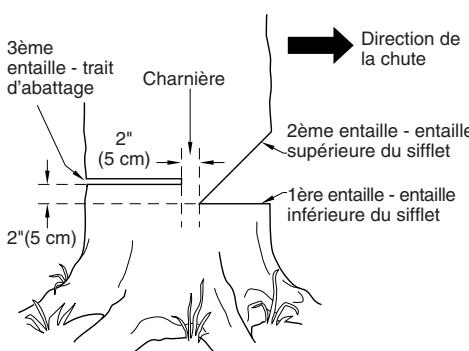

Figure 13 - Abattage d'un arbre
Un sifflet d'abattage correctement placé permet de déterminer la direction de la chute de l'arbre. Placer le sifflet d'abattage du côté de l'arbre où l'on veut qu'il tombe. (voir la Figure 13.) Procéder de la façon suivante pour faire le sifflet.
1. Faire l'entaille inférieure aussi près du sol que possible. Tenir la tronçonneuse de manière à ce que la guide-chaîne soit horizontale. Tailler sur 1/3 du diamètre du tronc d'arbre. (voir la Figure 13.)
Exemple : Si l'entaille inférieure a 20 cm (8 po) de profondeur, commencer l'entaille supérieure à 20 cm au-dessus de cette dernière. Scier vers le bas à un angle de 45°. L'entaille supérieure doit rencontrer l'extrémité de l'entaille inférieure. (voir la Figure 13.)
1. De l'autre côté de l'arbre, faire le trait d'abattage à 5 cm (2 po) au-dessus de l'entaille inférieure du sifflet. (voir la Figure 13.) Faire le trait parallèle à l'entaille inférieure.
AVERTISSEMENT : Ne pas scier l'arbre complètement. Laisser environ 5 cm (2 po) de bois non scié directement derrière le sifflet d'abattage. (voir la Figure 13.) Cette partie non sciée sert de charnière. La charnière empêche l'arbre de se tordre et de tomber dans la mauvaise direction.